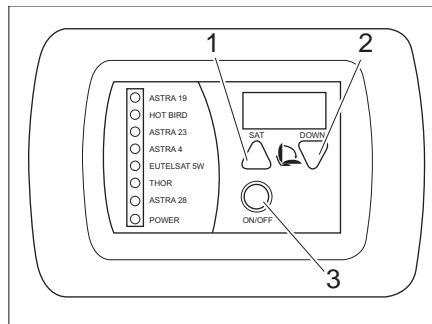

Bild 23 Panel Menü Verbraucher (Variante 1)
- Satellitenanlage über den ON/OFF Knopf (Bild 23,3) einschalten (Bedienpanel ist an der Eingangstür innen links befestigt).
- SAT Taste (Bild 23,1) mehrmals drücken, um einen Satelliten auszuwählen und den Suchlauf zu starten.
- Down Taste (Bild 23,2) drücken, um die Satellitenanlage einzufahren. Die Satellitenanlage wird eingefahren.
- Taste ON/OFF (Bild 23,3) drücken. Die Satellitenanlage wird eingefahren und das Fernsehgerät ausgeschaltet.